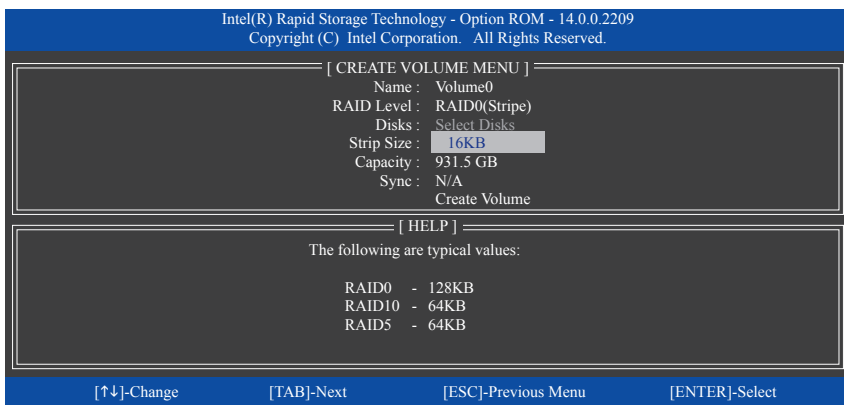

図 12
**Disks** の項目で、RAID アレイに含めるハードドライブを選択します。取り付けたドライブが 2台 のみの場合、ドライブはアレイに自動的に割り当てられます。必要に応じて、ストライプブロックサイズ (図 12) を設定します。ストライプブロックサイズは 4 KB~128 KB まで 設定できます。ストライプブロックサイズを選択してから、<Enter> を押します。